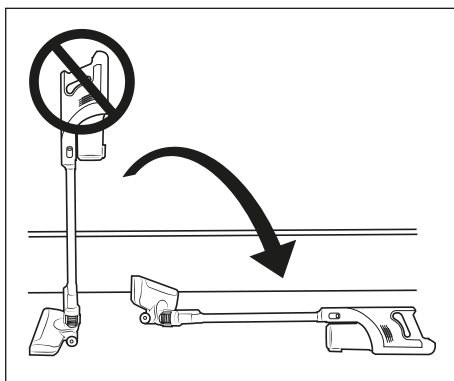

Fig. 9
- ▶ Stil ikke støvsugeren oprejt, hvis du ind imellem slukker den eller vil stille den fra dig. Sæt støvsugeren i vægholderen **18**, eller læg den på gulvet (se fig. 9 og 10). Ellers kan støvsugeren vælte og blive beskadiget og i uheldige tilfælde ødelægge andre genstande.